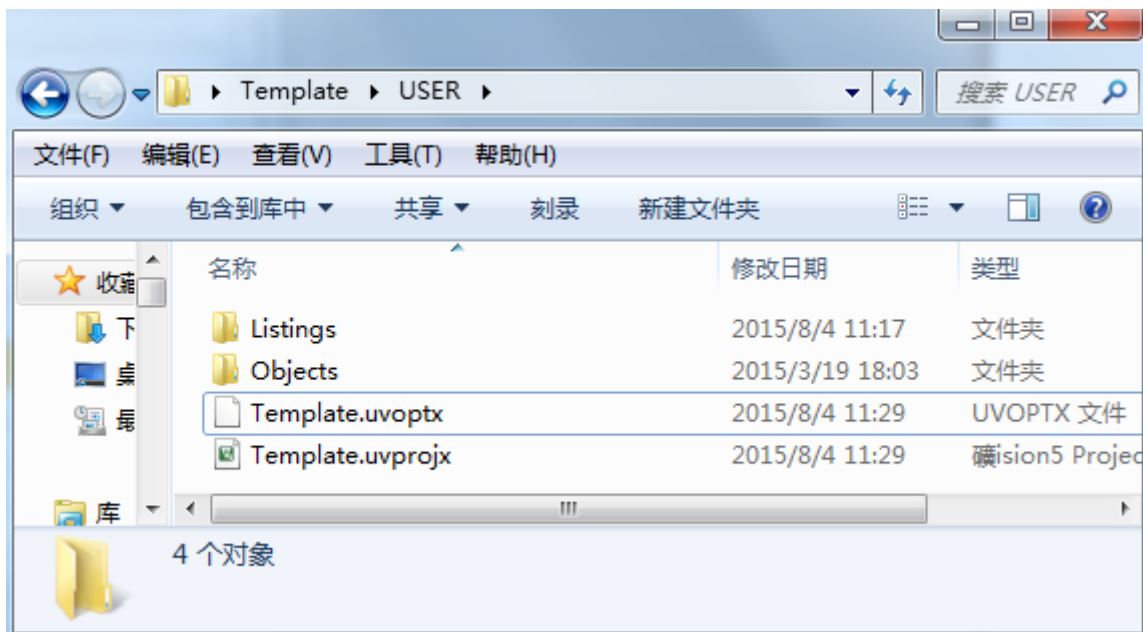

图 3.3.6 工程 USER 目录文件
4) 现在我们看看 USER 目录下面包含 2 个文件夹和 2 个文件，如下图 3.3.6 所示：